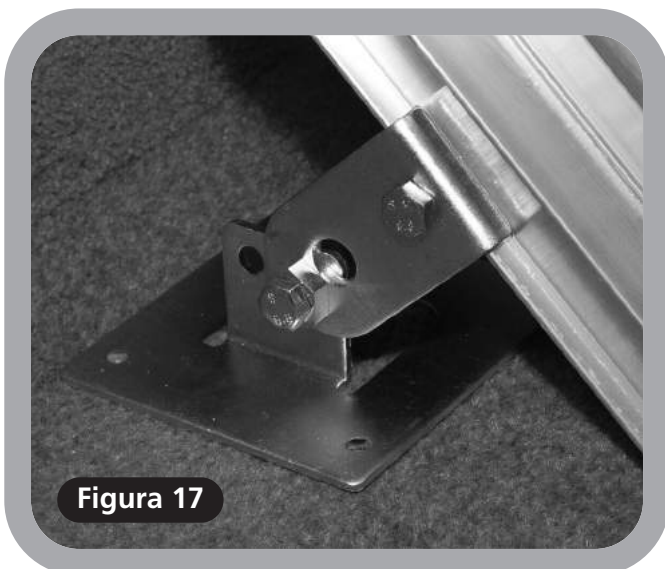

Figura 17
- 3 Apriete los pernos en los pies (**Figura 17**).